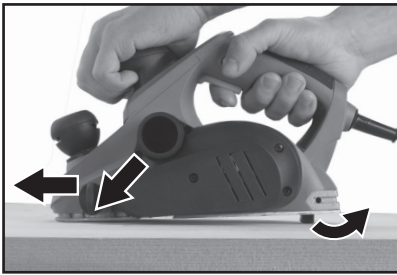

Abb. 5C, Umklappen des Dorns auf der Fläche
- Um den Dorn an einer beliebigen Stelle der Arbeitsfläche umzuklappen, gehen Sie folgendermaßen vor, siehe Abb. 5C: